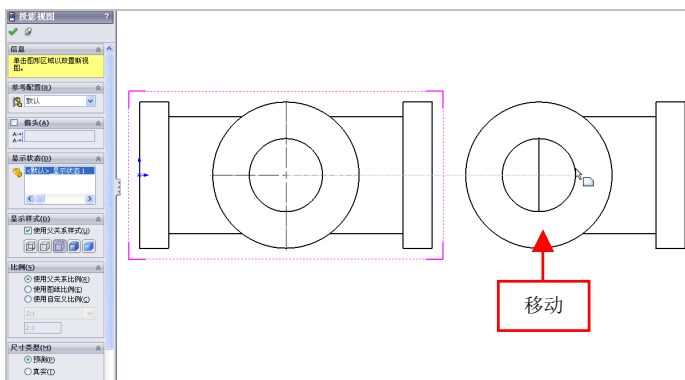

图 11-18 向右移动鼠标
(3) 弹出【投影视图】属性管理器，向右移动鼠标至合适位置处，如图 11-18 所示。